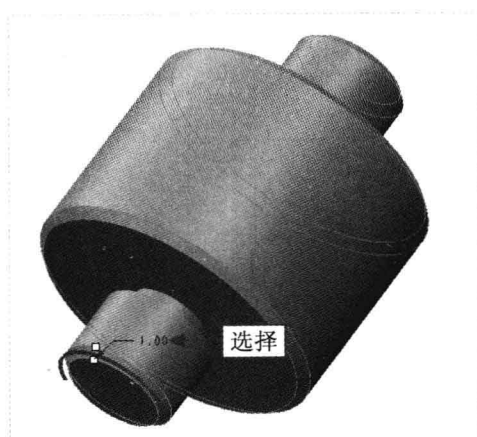

图 14-25 选择倒角边
Step 05 按住【Ctrl】键的同时，在绘图区选择倒角边，如图14-25所示。